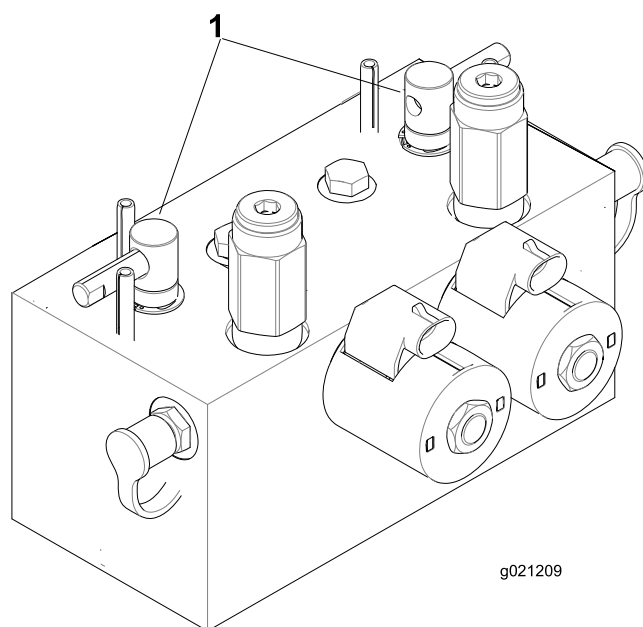

Figura 93
2. Sbloccate il sedile ed alzate lo per esporre le leve di lappatura (Figura 93).
5. Selezionate le leve di lappatura anteriore, posteriore o entrambe per stabilire gli elementi da lappare (Figura 93).